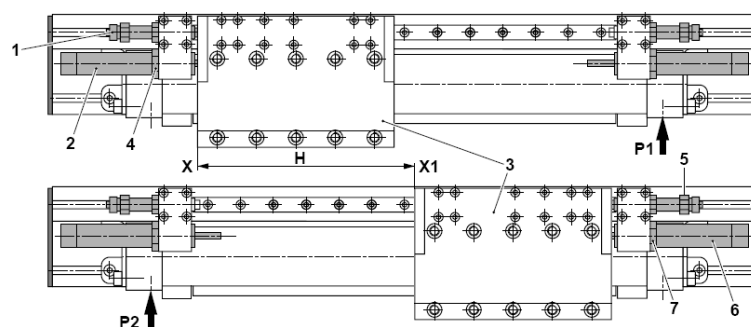

Fig. 32 Réglage de l'amortisseur PMP-c
- Le chariot (Fig. 32, 3) du module se déplace jusqu'à la limite fixée par la vis de butée (Fig. 32, 1) en position X.
2. Visser l'amortisseur (Fig. 32, 2) dans le sens des aiguilles d'une montre.
- La tige de l'amortisseur est alors enfoncée dans l'amortisseur jusqu'à ce que le chariot (Fig. 32, 3) commence à se déplacer.
3. Dévisser maintenant l'amortisseur (Fig. 32, 2) de deux tours dans le sens inverse des aiguilles et le bloquer avec le contre-écrou (Fig. 32, 4).
- Le chariot (Fig. 32, 3) du module se déplace jusqu'à la limitation par la vis de butée (Fig. 32, 5) en position X1.
5. Répéter les étapes 2 et 3 avec l'amortisseur (Fig. 32, 6).
6. Bloquer l'amortisseur avec le contre-écrou (Fig. 32, 7).